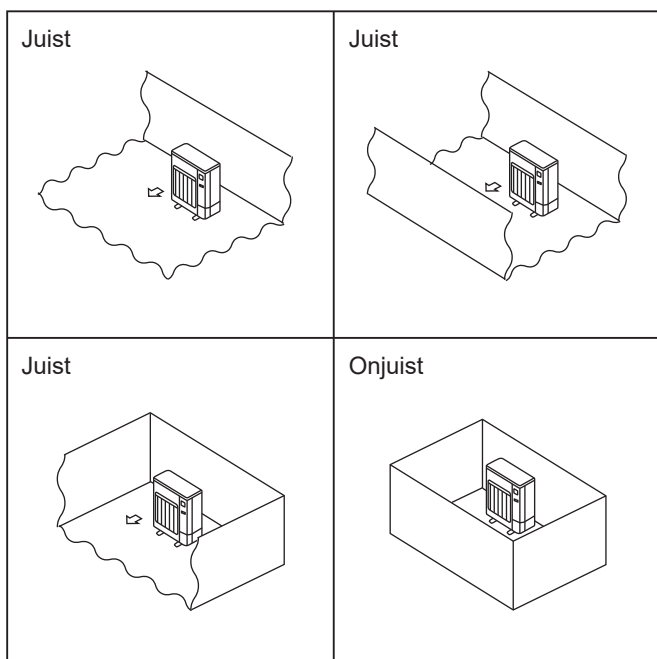

Fig. 2-2
- Ⓢ Installeer buitenapparaten op een plaats met minimaal een van de vier zijden open en in een ruimte zonder verlagingen die voldoende groot is. (Fig. 2-2)